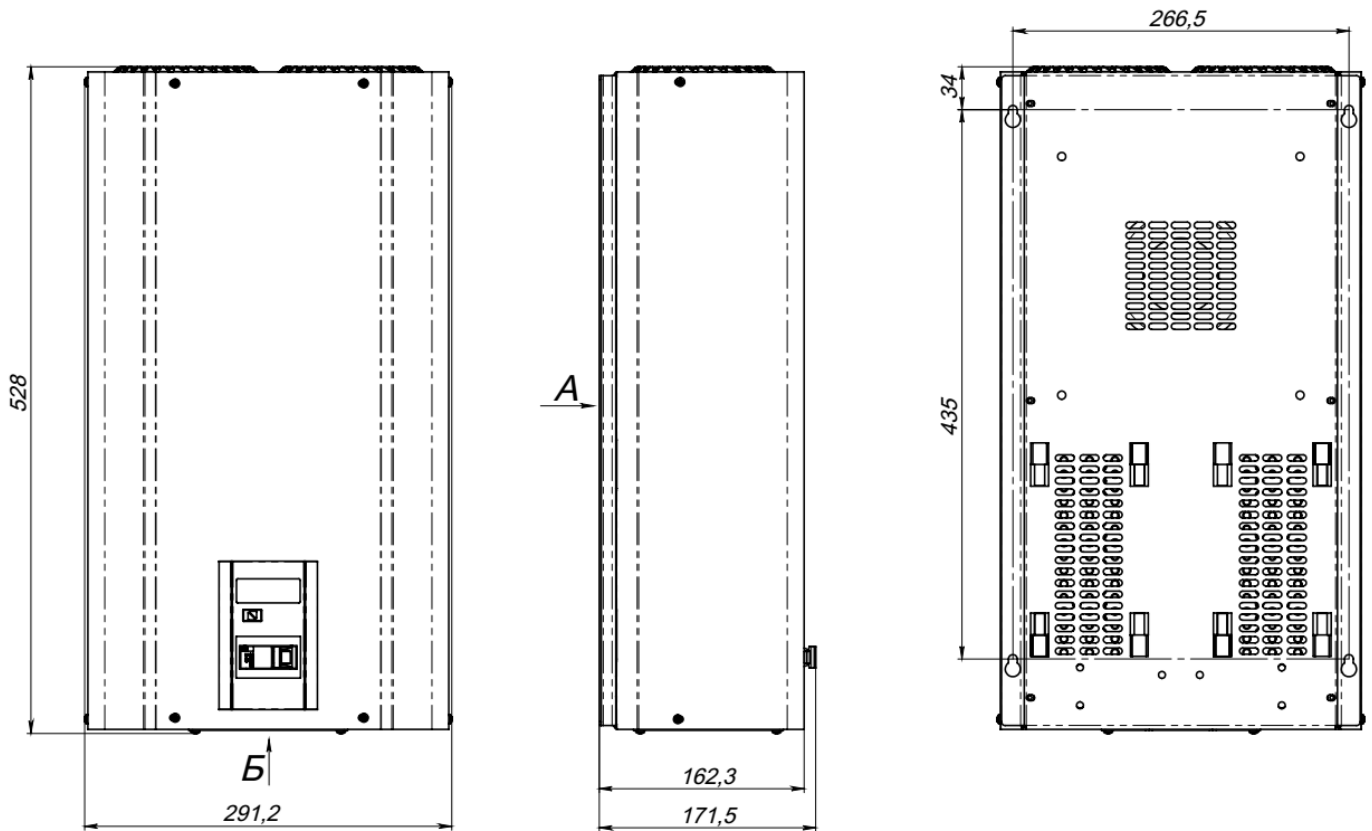

Рисунок 8. Габаритні та установчі розміри стабілізаторів ГИБРИД на 50 и 63А
2. За допомогою викрутки відкрутити 4 гвинти захисної кришки з нижньої частини стабілізатора для доступу до клемної колодці (див. рисунок 8).